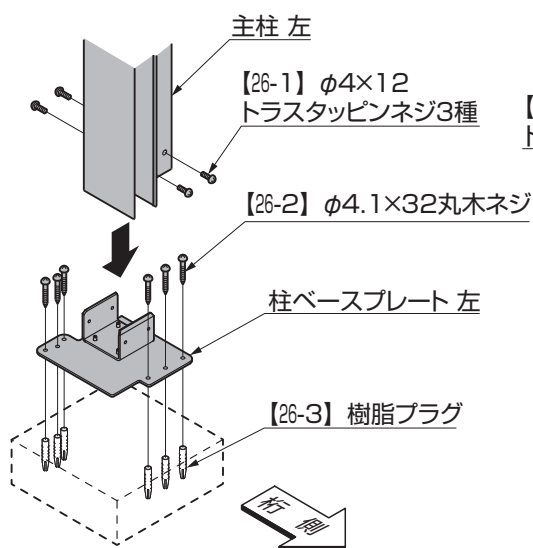
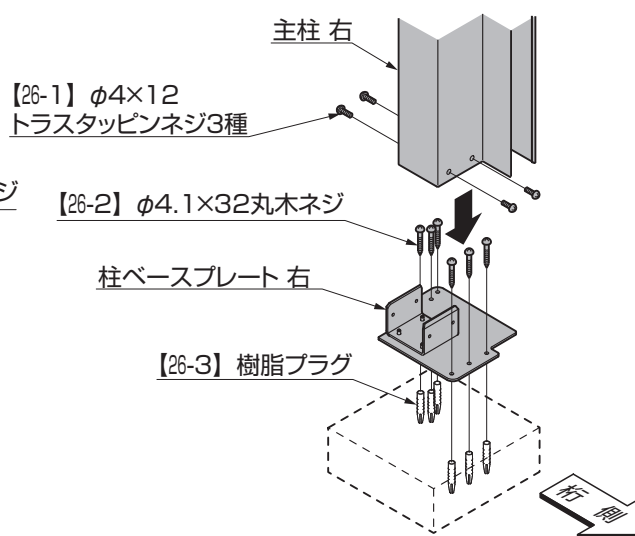

図3-3 主柱 左の固定
図3-4 主柱 右の固定
②主柱下面に柱ベースプレートを【26-1】で固定してください。(図3-3、図3-4参照)